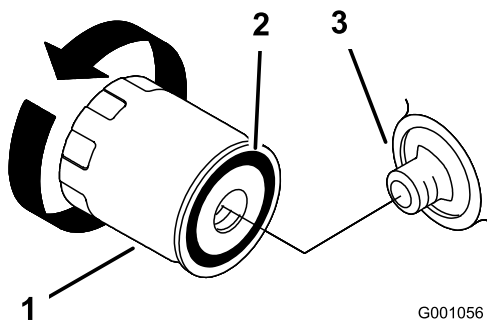

Figure 49
2. Déposez le filtre à huile usagé et essuyez la surface du joint de l'adaptateur (Figure 49).
5. Appliquez une fine couche d'huile neuve sur le joint en caoutchouc du filtre de rechange (Figure 49).
le joint en caoutchouc rencontre l'adaptateur, puis serrez le filtre de 2/3 de tour à 1 tour supplémentaire (Figure 49).